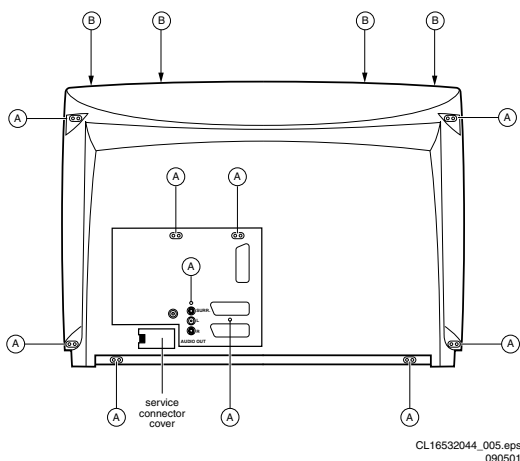

Figura 4-1
1. Rimuovere il coperchio del connettore di servizio (vedi figura 4.1).